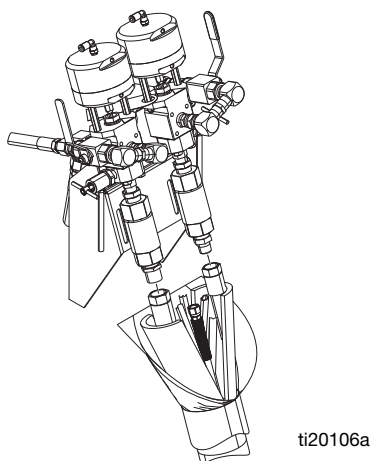

FIG. 19
**Sistemas 262869, 262898 y 262943:** conecte las mangueras A de 3/4 pulg. y B de 1/2 pulg. a las respectivas válvulas de retención de salida del material en la parte delantera del sistema. Consulte la FIG. 19.
**Sistemas 24W626 y 262945:** conecte las mangueras A de 3/4 pulg. y B de 3/4 pulg. a las respectivas válvulas de retención de salida del material en la parte delantera del sistema. Consulte la FIG. 19.